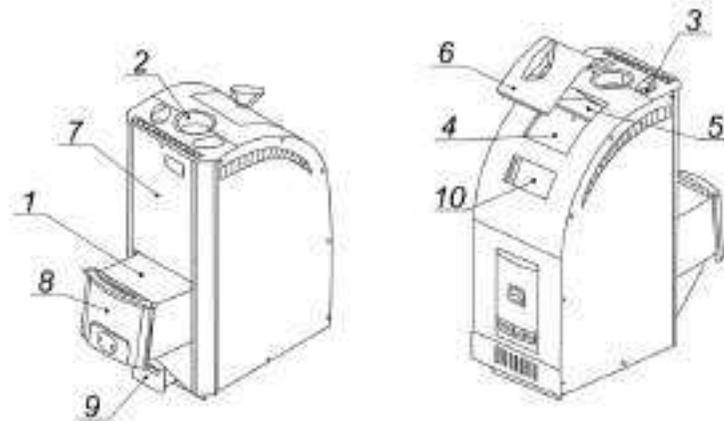

Рис.1 Конструкция печи-каменки «Лагуна»
Дверца топливного канала (8) рис.1 исполняется в двух взаимозаменяемых вариантах. Зеркальная дверца оригинального дизайна со свойством самоохлаждения наружной панели легко заменяется на дверцу со светопрозрачным экраном из жаростойкого стекла SCHOTT ROBAX®, который позволяет визуально контролировать горение. Так как топливный канал выполнен под наклоном то дверца всегда будет плотно закрыта тем самым исключая дымление печи.
Дверца печи с укороченным топливным каналом (7) рис. 1б снабжена ручкой с окситеной заливки.
Панорамная дверца печи (8) рис. 1а и лицевой профиль (11) рис. 1а поставляются отдельно.
Рис.1а Конструкция печи-каменки «Лагуна Панорама»
Рис.1б Конструкция печи-каменки «Лагуна ТУ»